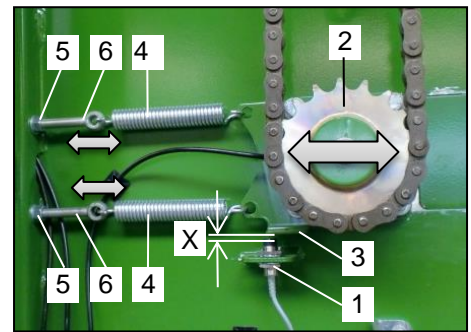

Bild 44: Sensor Einstellung
Der Sensor (Bild 44 / Pos. 1) an der unteren Dosierwalze (Bild 44 / Pos. 2) wird bei Ruhestellung eingestellt. Die Dosierwalze (Bild 44 / Pos. 2) befindet sich dabei in vorderster Position. Unter Berücksichtigung des Abstands „X“ zwischen Sensor (Bild 44 / Pos. 1) und Signalgeber (Bild 44 / Pos. 3) wird die Federkraft der Zugfedern (Bild 44 / Pos. 4) verstellt. Hierbei gilt folgendes:
- Lösen Sie die beiden Muttern (Bild 44 / Pos. 5).
- Verstellen Sie durch Hineindrehen oder Hinausdrehen der Schrauben (Bild 44 / Pos. 6) die Federkraft der Zugfedern (Bild 44 / Pos. 4). Achten Sie darauf, dass beide Schrauben (Bild 44 / Pos. 6) gleich eingestellt sind.
- Ziehen Sie die beiden Muttern (Bild 44 / Pos. 5) wieder fest.
Soll der Abstand „X“ zwischen Sensor (Bild 44 / Pos. 1) und Signalgeber (Bild 44 / Pos. 3) angepasst werden, sind hierzu die Handlungsanweisungen und Hinweise in der Betriebsanleitung im Kapitel „Funktionsweise und Einstellungen“ im Abschnitt „Elektrik“ / „Sensor Einstellung“ zu beachten!